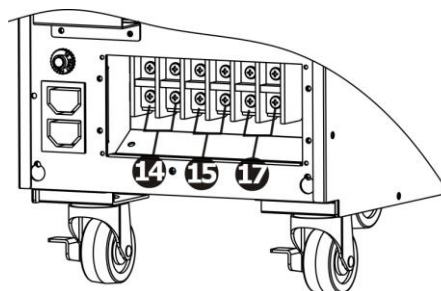

Figura 2: Terminal entrada/salida
13. Terminal de entrada / salida (consulte la Figura 2 & 4)